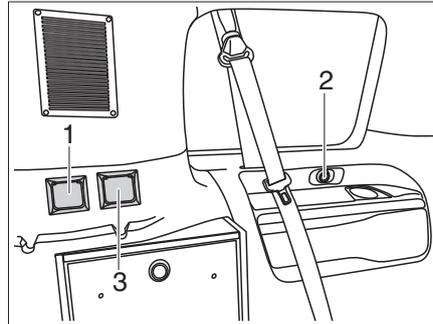
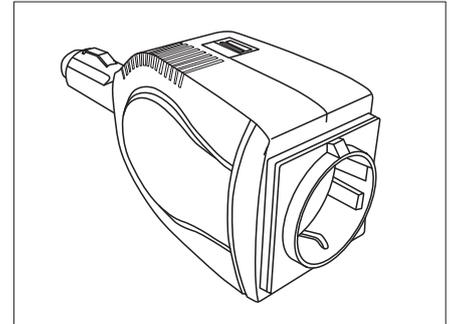

Fig. 21 Prese sul veicolo
Fig. 22 Invertitore
- tramite la presa originale Citroen a 12 V (Fig. 21,2) durante il viaggio mediante invertitore (Fig. 22).
- tramite la presa a 230 V (Fig. 21,1). In questo caso il veicolo deve essere collegato ad una presa da terra a 230 V.
- tramite la presa a 12 V (Fig. 21,3) del pacchetto elettrico opzionale mediante invertitore (Fig. 22).